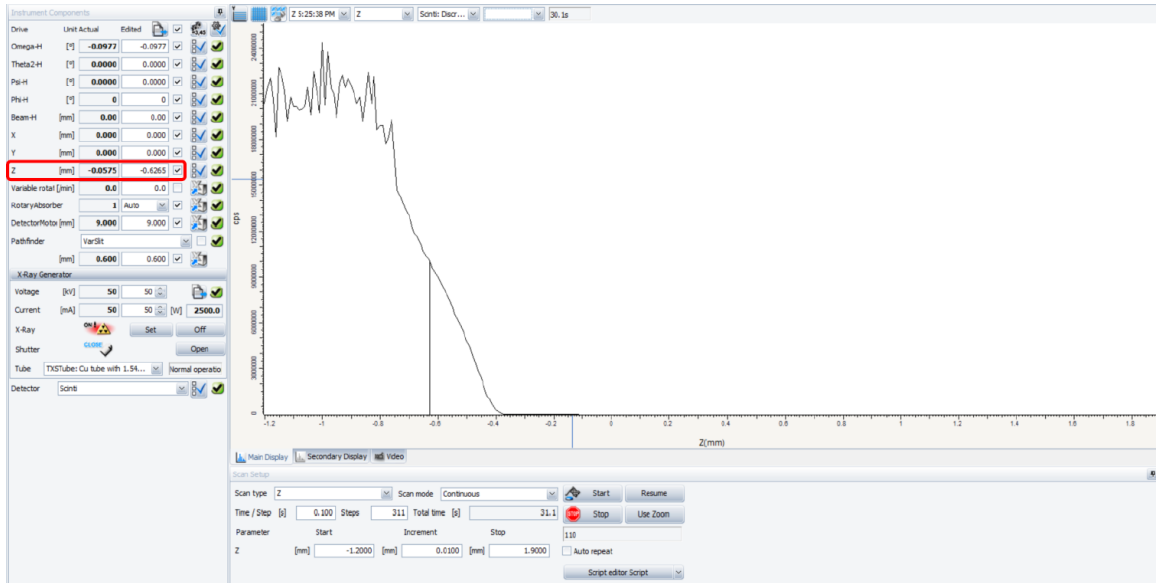

图6-9 Z scan扫描
6.8.2.2 扫描参数: Scan type: Z, Scan range: -1.2 ~ 1.9mm, Increment: 0.01 or 0.005mm/step, Time/Step: 0.1 s/step, Maximum ≈ 2100 万cps, 在Z曲线半高处双击此曲线, 自动读取Z的准确高度到左列Z框中 (图6-9)。